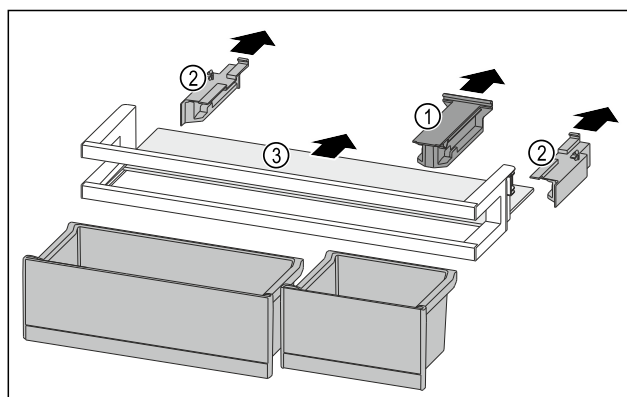

Fig. 222
- ▶ Estrarre l'elemento di tenuta Fig. 222 (1).
- ▶ Togliere gli elementi laterali Fig. 222 (2).
- ▶ Rimuovere il ripiano Fig. 222 (3).